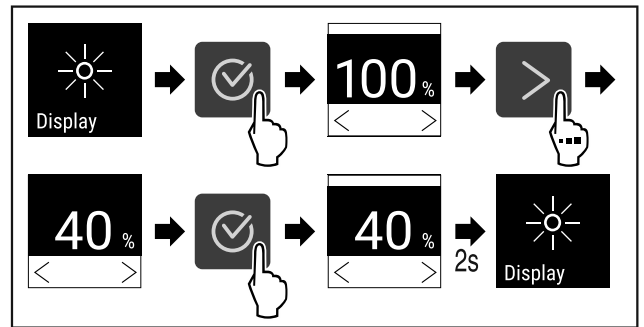

Fig. 101
- ▶ Kryeni hapat e veprimit (shihni Fig. 101).